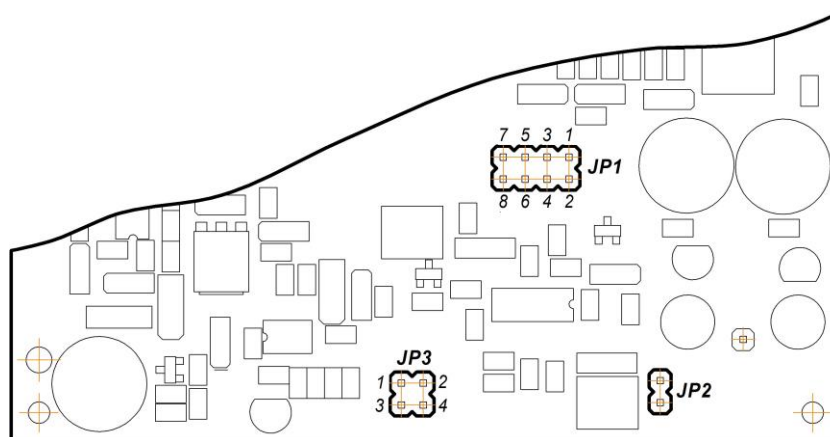

Рисунок 5.2 – Положение переключателей на плате блока БУС-11
5.2.2 Для переналадки блока на другие типы входного сигнала используйте рисунок 5.2 и таблицы 5.2.1 и 5.2.2.